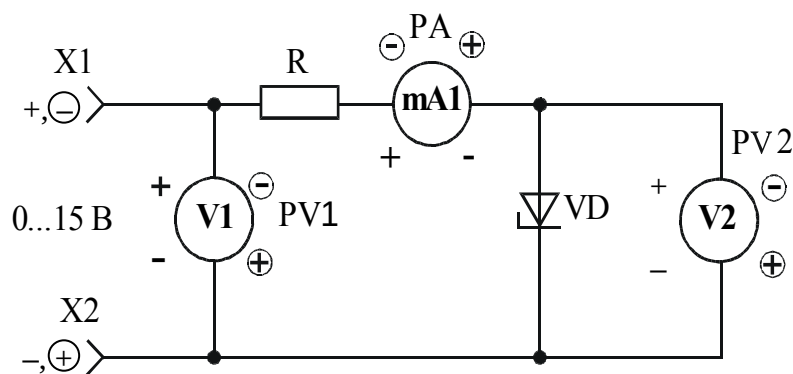

Рис. 1. Схема измерения ВАХ стабилитрона
4.2. Ознакомиться со схемой измерений (рис. 1).